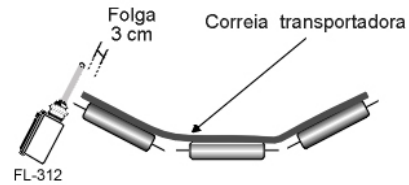

Fig 1
- Deve existir uma folga de 3 cm entre a correia e a haste para evitar falsos sinais de desalinhamento. A correia deve atingir a haste perpendicularmente, em seu ponto médio (fig. 1).